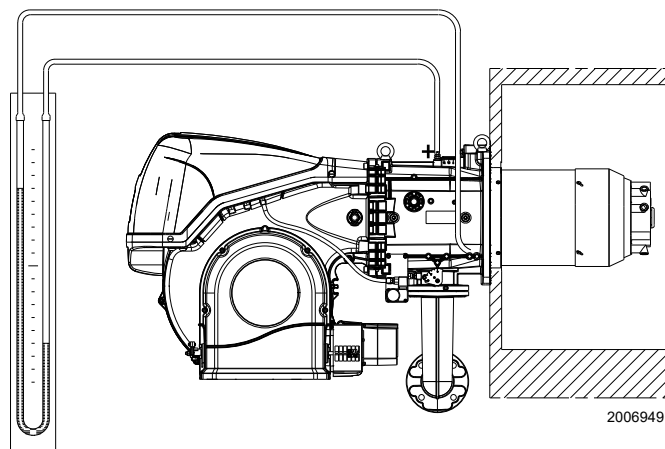

Fig. 27
- Montare un manometro a U o un manometro di tipo differenziale (Fig. 27), con presa (+) sulla pressione del gas del manicotto e (-) in camera di combustione.
L'arrivo del gas al manicotto è evidenziato dal manometro ad U (Fig. 27).